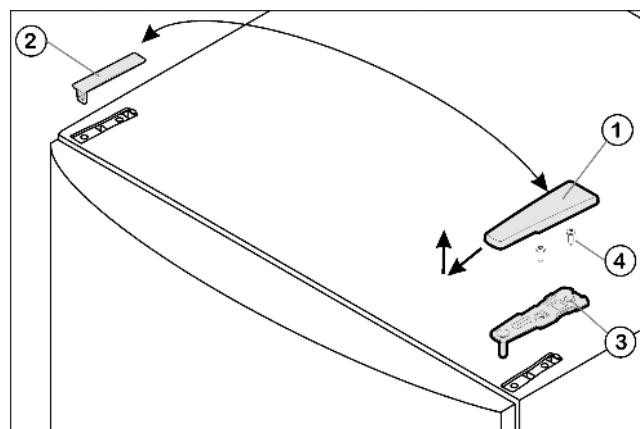

Fig. 4
- Потяните крышку Fig. 4 (1) вперед и вверх.
- Снимите крышку Fig. 4 (2).
- ▶ Открутите верхний опорный кронштейн Fig. 4 (3)(2 шт. Torx® 25) Fig. 4 (4) и вытяните вверх.
- ▶ Установите верхний опорный кронштейн Fig. 4 (3) на новой стороне шарнира и защелкните в дверце.
- ▶ Привинтите верхний опорный кронштейн (**с моментом 4 Нм**) (2 шт. Torx® 25) Fig. 4 (4). При необходимости проделайте отверстия или используйте аккумуляторную отвертку.
- ▶ Наденьте и защелкните крышку Fig. 4 (1) и крышку Fig. 4 (2) на противоположной стороне снаружи.